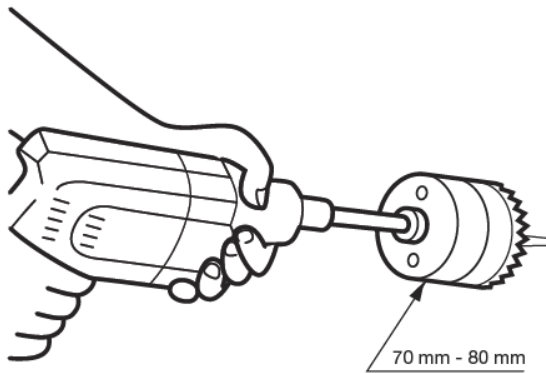

Fig. 2
2. Haga la perforación para el conducto de humos. Use una sierra para aberturas de un diámetro de 70 a 80 mm (ver Fig. 2). La